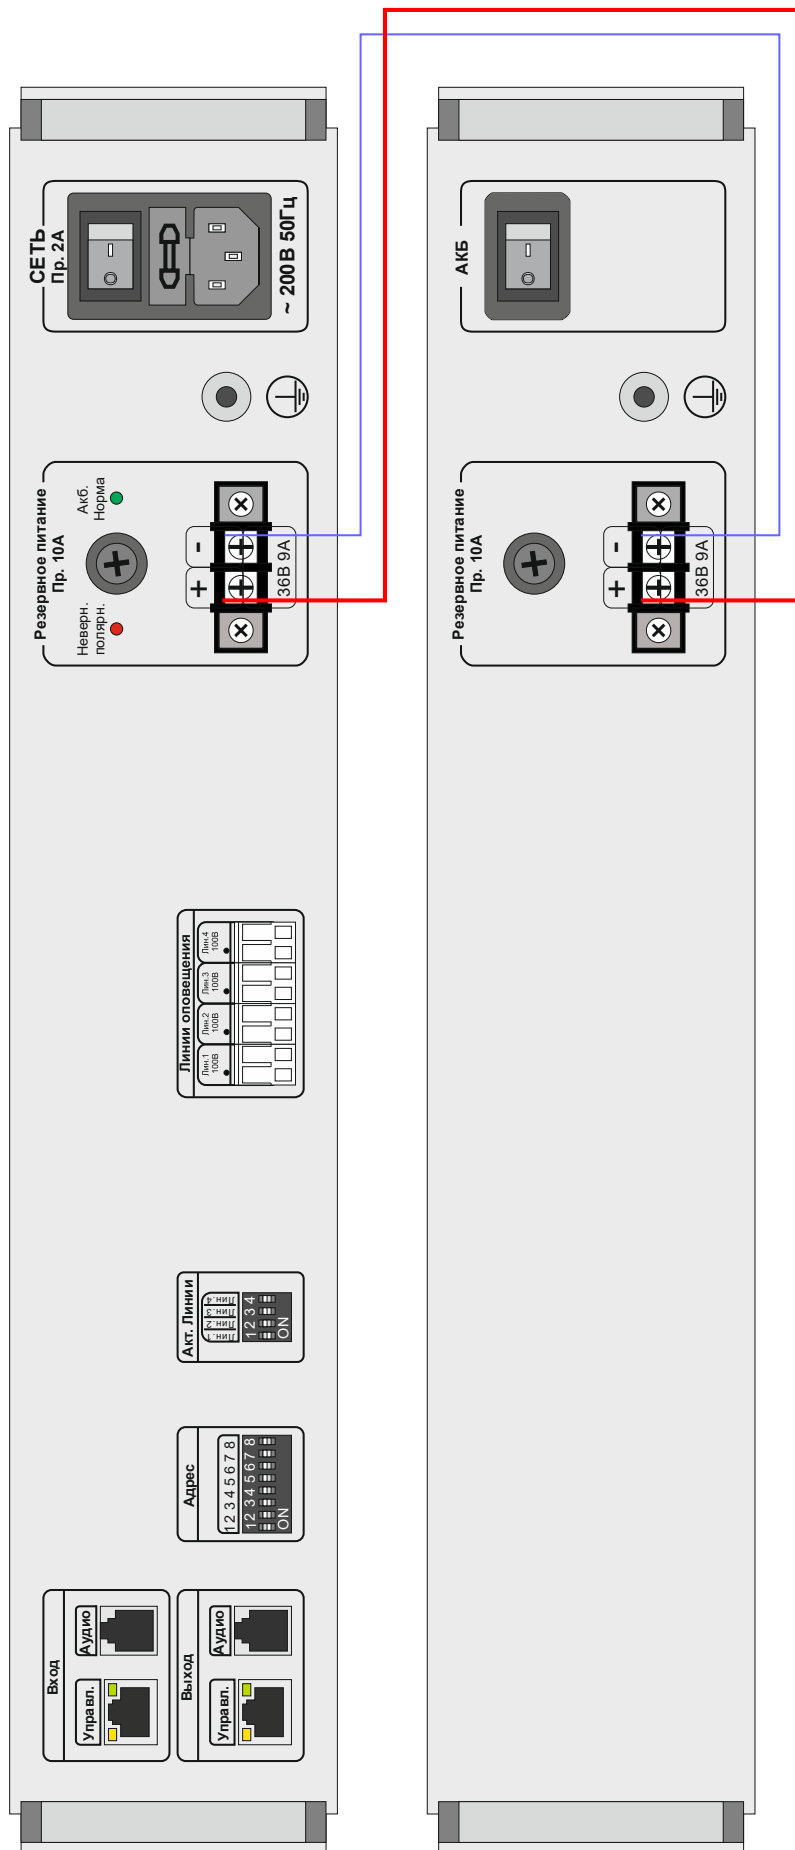

Рис. 2.8 Подключение к устройству БРП-36/07 или БРП-36/14
2.3.2.6 Производят подключение к *устройству* следующих внешних цепей (см. Рис. 1.1, Рис. 2.8, а также "ПРИЛОЖЕНИЕ Б. ПРИМЕР ПРИМЕНЕНИЯ УСТРОЙСТВА"):
- цепей резервного электропитания (при использовании блока БРП-36/07 (БРП-36/14) руководствоваться схемой на Рис. 2.8).